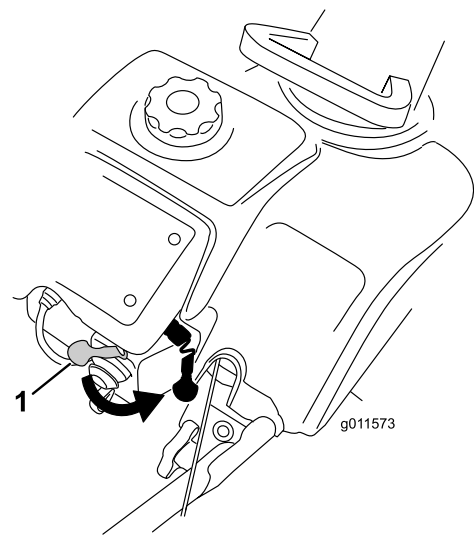
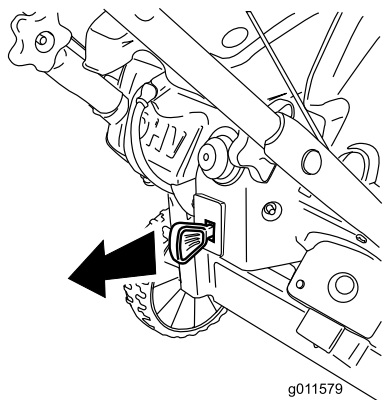

Figure 17
Figure 23
2. Déplacez la commande de starter complètement vers la droite (Figure 17).
Pour arrêter le moteur, tirez sur la clé de contact jusqu'à ce qu'elle s'enclenche en position arrêt (Figure 23) ou déplacez la commande de starter complètement vers la droite (Figure 17).